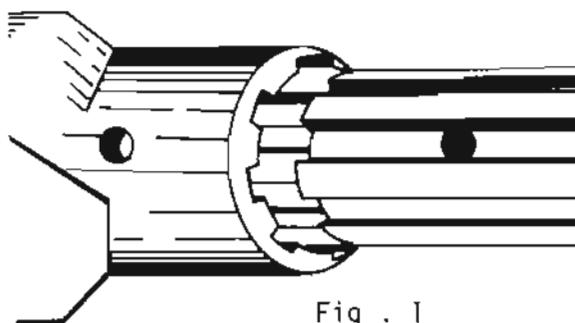

Fig. 1
- b Acople el eje cardán al eje toma-fuerza, haciendo coincidir las estrías y los orificios (fig. 1).